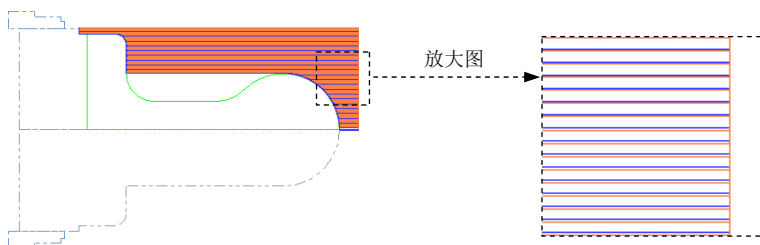

图 8.6 刀具路径
Step3. 选择刀具。在“车床粗加工 属性”对话框中采用系统默认的刀具，在 主轴转速: 文本框中输入值 500.0，并选中 ☒ RPM 单选项；在 换刀点 下拉列表选择 使用者定义 选项，单击 定义(D) 按钮，在弹出的“换刀点-使用者定义”对话框的 X: 文本框中输入值 300.0，在 Z: 文本框中输入值 800.0。单击该对话框中的 ☒ 按钮，系统返回至“车床粗加工 属性”对话框，其他参数采用系统默认设置值。
(1) 在“车床粗加工 属性”对话框中单击 粗加工参数 选项卡，然后单击 进/退刀(L) 按钮，系统弹出“进退/刀设置”对话框。
(2) 在“进退/刀设置”对话框中单击 退刀 选项卡，选中 增加线(L) 复选框并单击该按钮，此时系统弹出“新建轮廓线”对话框。
(3) 在“新建轮廓线”对话框的 长度: 文本框中输入值 15，在 角度: 文本框中输入值 180，然后单击 ☒ 按钮。
(4) 单击“进退/刀设置”对话框中的 ☒ 按钮，系统返回至“车床粗加工 属性”对话框。然后在 素材识别 下拉列表中选择 使用素材做为外边界 选项。
Step6. 单击“车床粗加工 属性”对话框中的 ☒ 按钮，完成参数的设置，此时系统将自动生成图 8.6 所示的刀具路径。